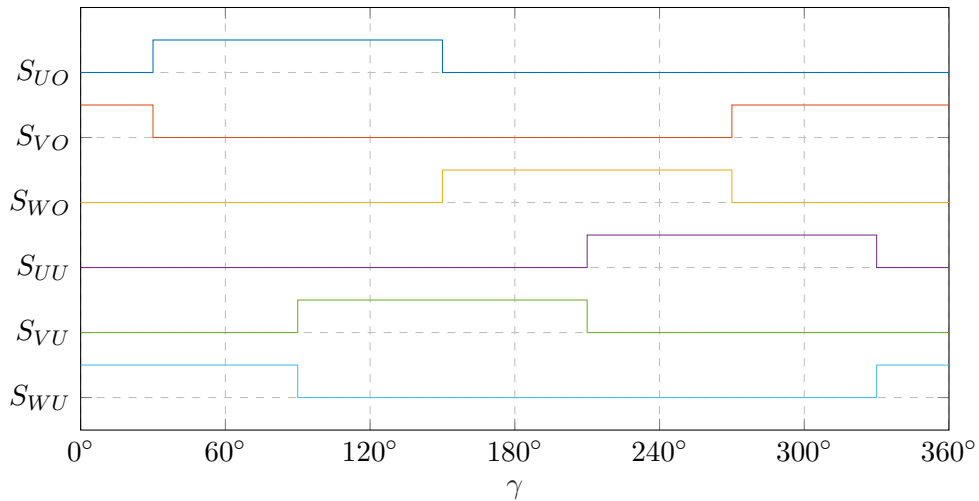

Abbildung 2.4: Ansteuersignale im Linkslauf
c) Die Ansteuerung des BLDCs soll nun auf Linkslauf geändert werden. Damit ein Richtungswechsel stattfindet, müssen sich die Wicklungsströme umpolen. Hierfür werden die Ansteuerungssignale der Transistorpaare (Oben und Unten) der einzelnen Stränge U, V, W vertauscht. Genauer gesagt, die Paare  $(S_{UO}, S_{UU})$ ,  $(S_{VO}, S_{VU})$  und  $(S_{WO}, S_{WU})$  werden getauscht. Die daraus resultierenden Signale sind in Abbildung 2.4 dargestellt.